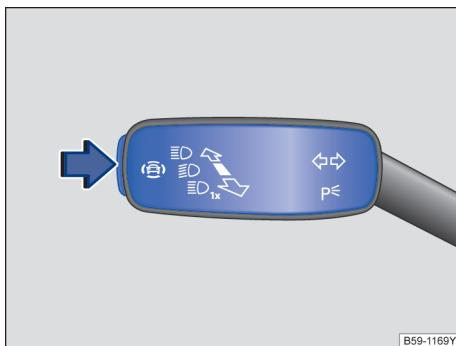
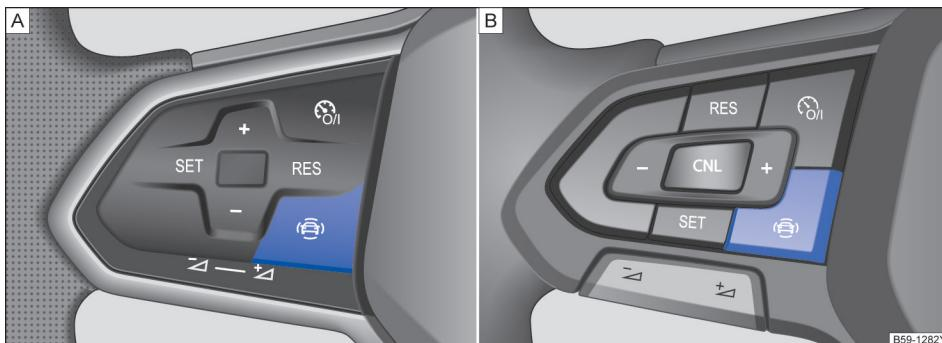

图 21 转向信号灯/远光操纵杆：驾驶辅助系统操作按钮
图 22 多功能方向盘上：驾驶辅助系统操作按钮
- 按图示箭头方向→图 21 按压按钮或按压按钮→图 22 打开驾驶辅助系统菜单。